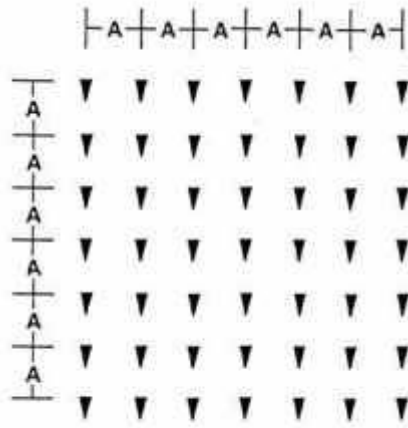
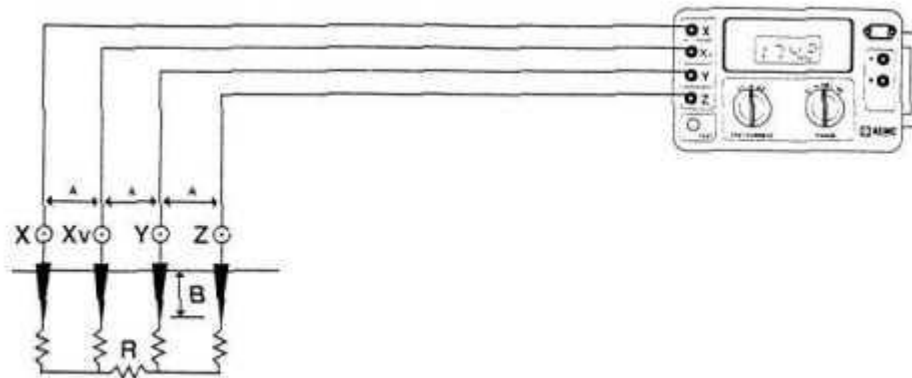

Рис.19
Рис.20
Как следует из названия, 4-точечный метод (см рис. 19 и 20 ниже) на измеряемом участке требуется установить в линию четыре равноудаленных электрода. Между крайними электродами протекает ток известной величины, созданный генератором тока. Между внутренними электродами измеряется падение напряжения. Модель 4500 показывает непосредственно значение сопротивления в омах:
Устанавливайте электроды по сетке, как показано на рис. 19, и подключайте тестер заземления модели 4500 по схеме на рис. 20. Выполните следующие действия:
- Подключите прибор ко всем четырем штырям (см. рис.20).